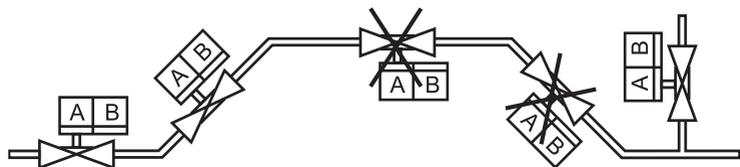

Рис. 2
4.2.5 Произведите монтаж клапана на трубопровод, в соответствии с рекомендацией по расположению клапана на трубопроводе (рис. 2). Не допускается расположение электромагнитных катушек «А» и «В» в секторе ниже продольной оси клапана.